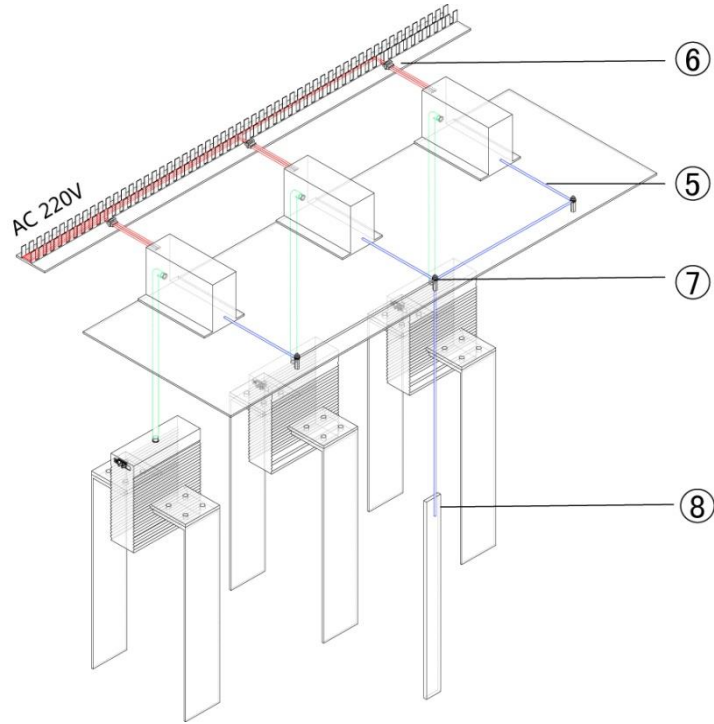

图 3 高压传感器布局及布线图
参见图 3，传感器的电压输入引线⑤与“等电位体”之间的电位差就是被测电压。电压输入引线⑤连接的电缆与本传感器及其它传感器的等电位体及其它导体之间需保持合理的电气间隙及爬电距离。